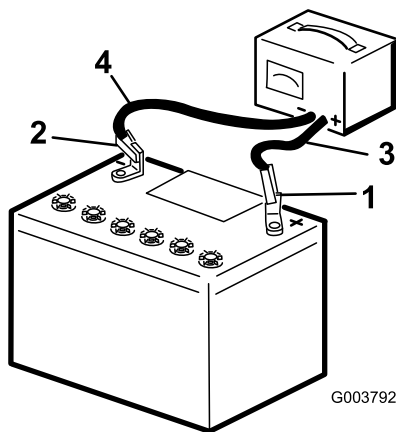

Figura 30
3. Cargue la batería durante 10 a 15 minutos a 25–30 amperios, o durante 30 minutos a 4–6 amperios. No sobrecargue la batería (Figura 30).
4. Cuando la batería esté completamente cargada, desconecte el cargador de la toma de electricidad, luego desconecte los cables del cargador de los bornes de la batería (Figura 30).